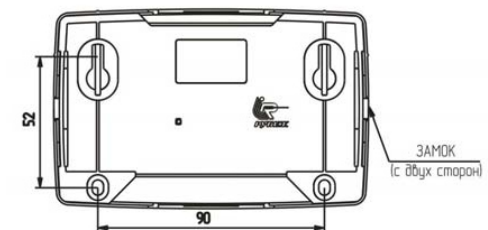

Рисунок 2
- б) при установке на стену (см. рисунок 2):